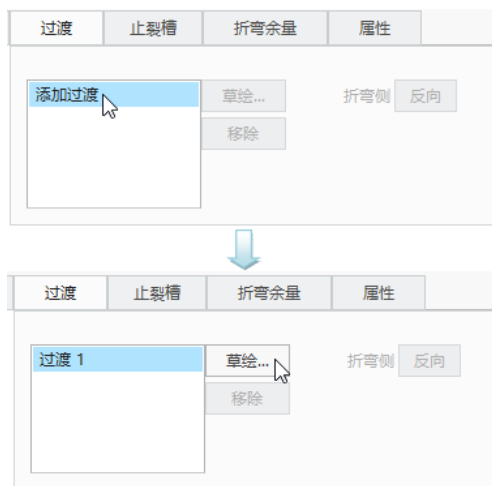

图 5-156 在“过渡”面板中操作
(6) 在“折弯”选项卡中打开“过渡”面板，从中单击“添加过渡”，接着单击激活的“草绘”按钮，如图 5-156 所示，从而进入草绘器。